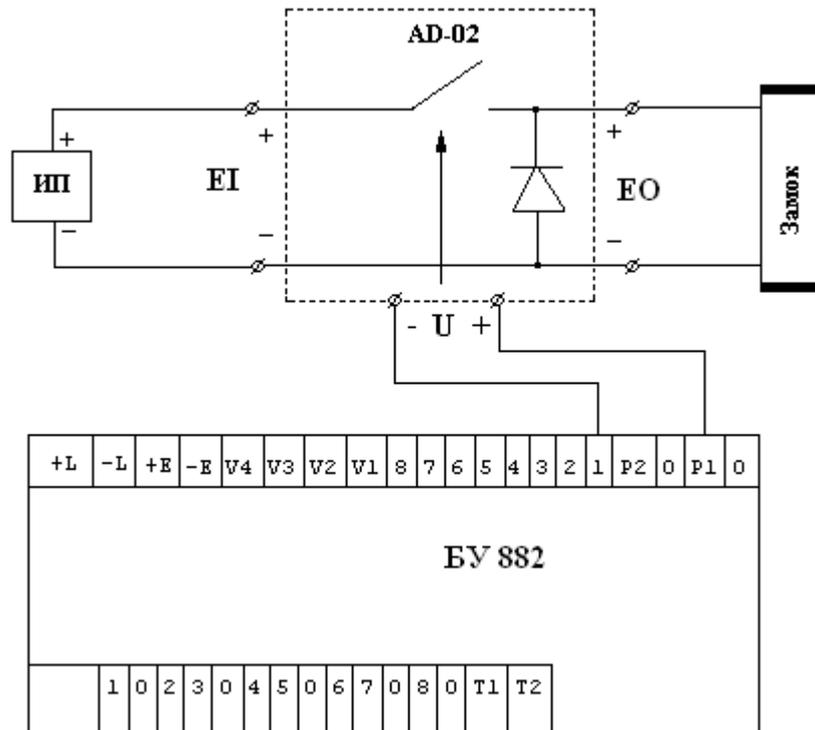
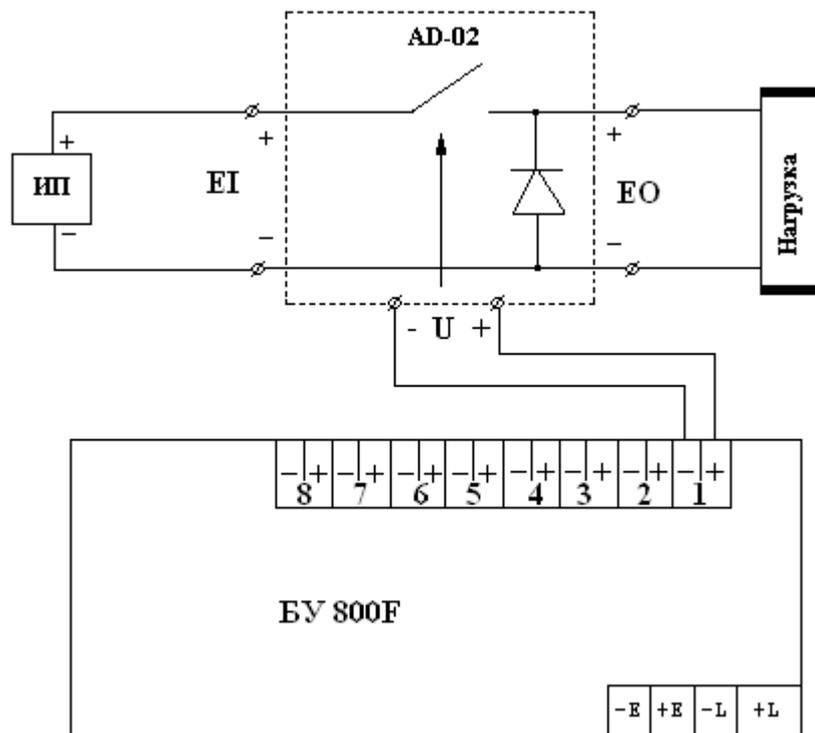

Рис. 3.2. Подключение адаптера к БУ882.
Рис. 3.3. Подключение адаптера к БУ800F.
3.2. Положительные входы управления ключа подключаются либо к внутреннему источнику напряжения +12 В в блоках уплотнения (например, P1 или P2 в БУ882, см. рис.3.2), либо к положительному выводу шлейфа пожарной сигнализации в БУ800F (рис.3.3). Отрицательные входы управления подключаются либо к выходам «открытый коллектор» в блоках уплотнения (например, выходы с 1 по 8 в БУ882), либо к отрицательному выводу шлейфа пожарной сигнализации в БУ800F. В шлейф пожарной сигнализации допускается включать только одно реле адаптера. В этом случае шлейф служит исключительно для подачи сигналов управления.